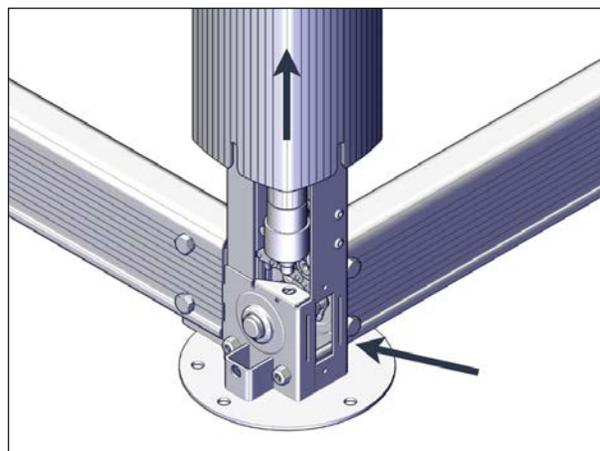

FIGURE 84: ACCÈS AUX CHAINES
- Soulever le manchon avec les mains et le maintenir dans cette position à l'aide d'un bloc de bois, voir Figure 84.
- Localiser la chaîne dans la partie inférieure du vérin. Une ouverture a été prévue à la base du vérin afin de donner accès à la chaîne, voir Figure 84.